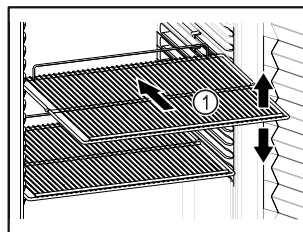

Fig. 84 Ilustrační zobrazení
- Pokud jsou odstavné rošty Fig. 84 (1) přemístitelné, přizpůsobte je vždy na danou výšku.